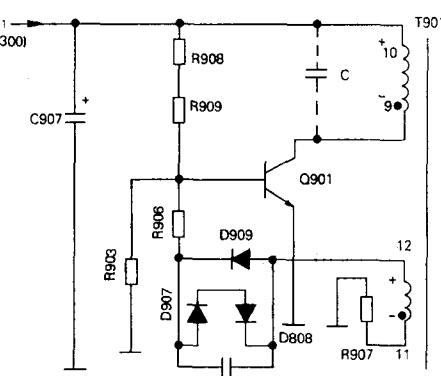

图 1-2 上海 Z237-1 系列彩电开关振荡电路的等效电路
该系列彩色电视机电源的开关振荡电路由开关管 Q901、开关变压器 T901 等组成。等效电路见图 1-2 所示。
该电路的自激振荡过程是：如图 1-2，在开机的一瞬间，由整流滤波电路输出的 +300V 直流电压 E_1 经开关变压器 T901 的初级⑩～⑨绕组加到 Q901 的集电极，同时 E_1 又通过 R908、R909 向 Q901 提供基极电流，使开关晶体管 Q901 开始导通，产生集电极电流 I_c ，集电极电流在初级绕组上的感应电压经开关变压器耦合，使 Q901 的基极有更大的电流（图中 T901 和绕组上标有感应电压的极性是导通过程的极性）。这是个正反馈雪崩过程，该过程使 Q901 迅速进入饱和导通状态。这时晶体管 Q901 相当于闭合的开关，输入电压 E_1 加在 T901 初级绕组上，因电感的电流不能跃变，故加至 T901 初级绕组的直流电压 E_1 使开关管 Q901 的集电极电流呈线性上升。由于，Q901 的集电极电流不能无限制的增加。当集电极电流 I_c 上升至大于 Q901 的 $\beta \times I_b$ 值时， I_c 也就无法继续上升了。开关变压器绕组上的感应电压是由线性变化的电流所产生，一旦电流 I_c 不再上升时，感应电压值随之消失。必然引起 I_b 开始下降，进而又使 I_c 下降，导致开关变压器初级绕组上产生的感应电压极性相反，即初级绕组上感应的电压⑩端为负，⑨端为正。通过变压器耦合，使正反馈绕组的感应电压⑫端为负，⑪端为正，正反馈电压又使基极电流 I_b 下降，Q901 集电极电流 I_c 下降，这一过程也是正反馈振荡过程，正反馈的结果使 Q901 很快进入截止状态。